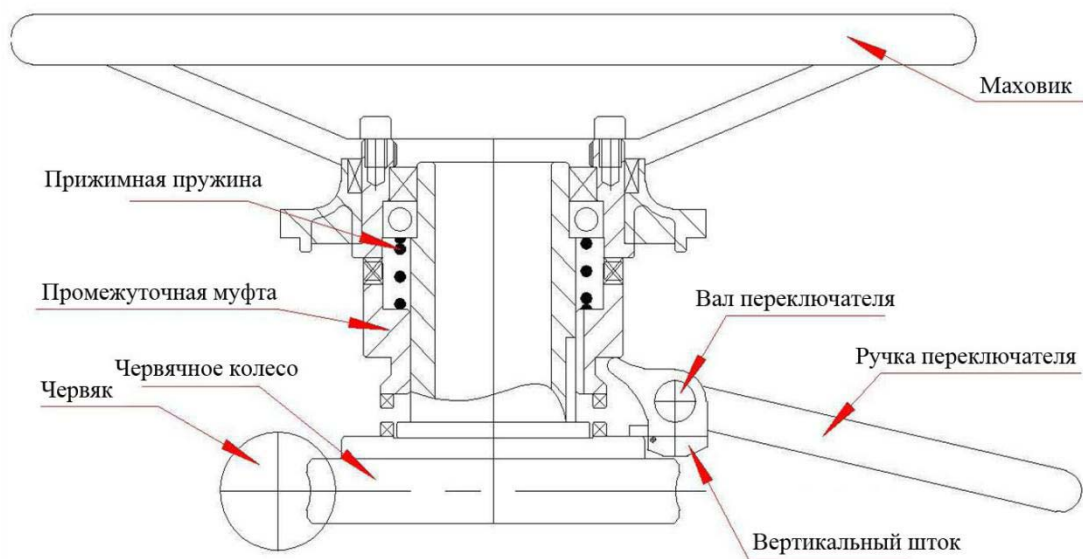

Рис. 4 Механизм ручно-электрического переключения
6.1.4 Механизм ручно-электрического переключения (Рис. 4): он представляет собой механизм полуавтоматического переключения. Для переключения с электрического на ручной режим требует потянуть ручку переключения; а переключение с ручного на электрический режим осуществляется автоматически (нет необходимости потянуть ручку переключения). При переключении с электрического на ручной режим, ручку переключения потяните вручную, чтобы переместить промежуточную муфту на выходном валу вверх, чтобы нажать пружину. Когда ручка перемещается в определенное положение, сцепление отсоединяется от червячного колеса и зацепляется за ручной кулачок вала, так что усилие на маховике может передаваться на выходной вал через промежуточную муфту, и переключается в ручной режим. Ручной переключается в электрический режим автоматически. Двигатель вращается и приводит во вращение червячного колеса, вертикальный шток немедленно падает. Под действием пружины сжатия промежуточная муфта быстро перемещается к червячному колесу, расцепляется с ручным валом и входит в зацепление с червячным колесом и переключается в электрический режим.